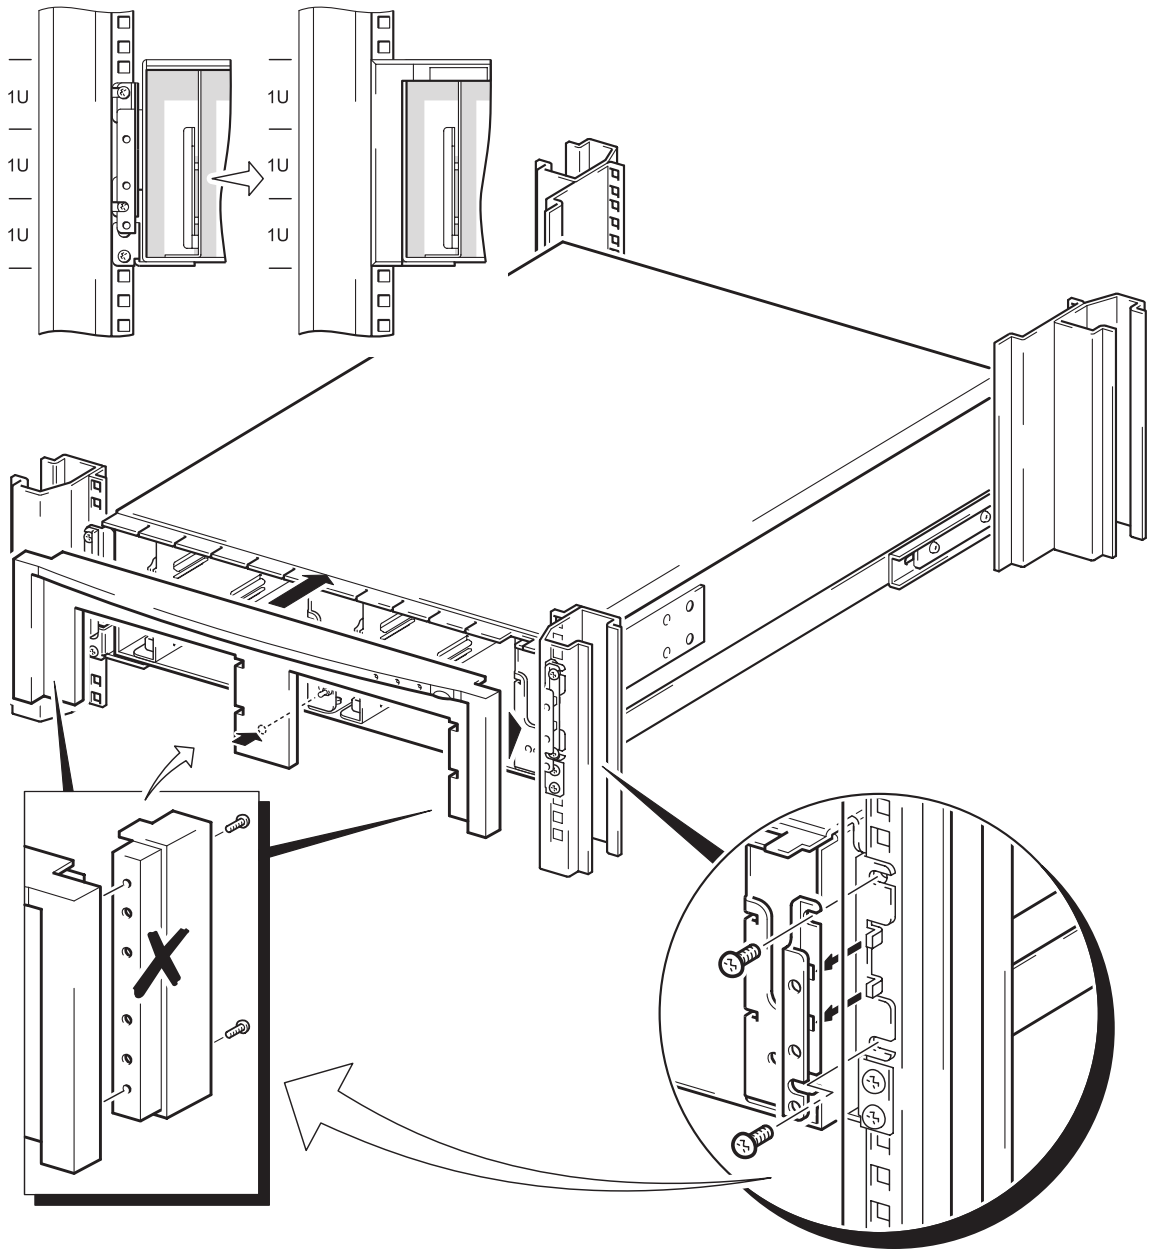

Abb. 5b: Anbringen der Frontblende (bei rechteckigen Öffnungen)
- 2 Drehen Sie die Blendenhalterung so, dass der angebrachte Buchstabe korrekt ausgerichtet ist und nach vorne zeigt. Außerdem müssen die Kerben zu den Seiten des Racks zeigen (siehe Abb. 5b).
Die beiden rechteckigen Öffnungen in der Blendenhalterung werden in die beiden Fortsätze der seitlichen Einbauhalterungen eingehängt (siehe Abb. 5b).